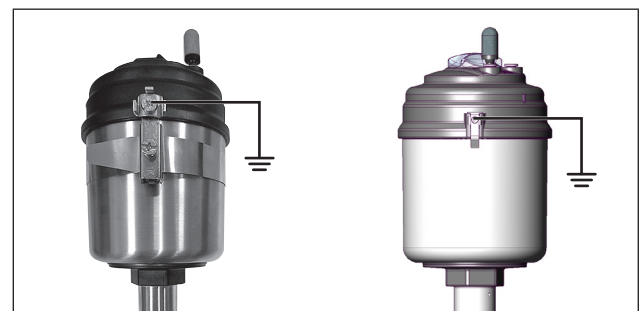

图2： 接地带夹和接地端子
- ▶ 3. 将设备导电部件接地。导电部件必须单独接地。为此，请按照图 2 所示安装接地带夹或接地端子（如果未预先安装）并通过接地点接地。